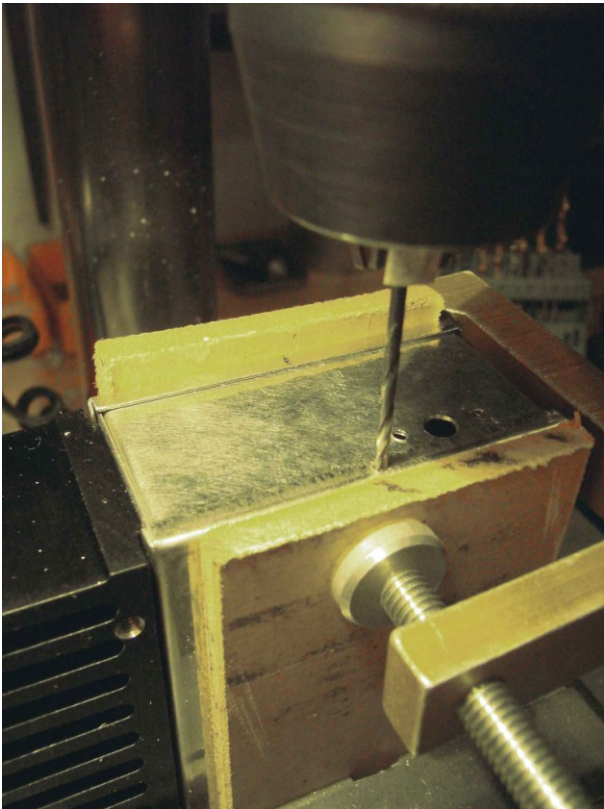

Bild 13
*Tipp: Um die beiden Gehäusedeckel besser fixieren zu können, kann man jeweils seitlich eine Bohrung in den Stirnseiten vorsehen. Die Bohrung wird in der Mitte des Deckels, 1,5 mm von der Bördelkante entfernt angebracht und bei aufgesetzten Deckeln mit einem 1,6-mm-Bohrer durchgeführt. Siehe Bild 13. Unbedingt Holzstücke beilegen und oben zusätzlich einspannen. Danach nur die Bohrlöcher in den beiden Gehäusedeckeln mit 2,3 mm Ø aufbohren / feilen. Als Befestigung empfehlen sich 2*4 mm Blechtreibschrauben. Alternativ kann man die Gehäusedeckel auch mit 2 Lötstellen fixieren, man sollte dann allerdings an beiden Seiten Bohrlöcher mit 3 mm Ø in beiden Gehäusedeckeln anbringen, um ein Abziehwerkzeug (z.B. Haken) ansetzen zu können. Eine andere Möglichkeit ist die Verwendung von Tape.*